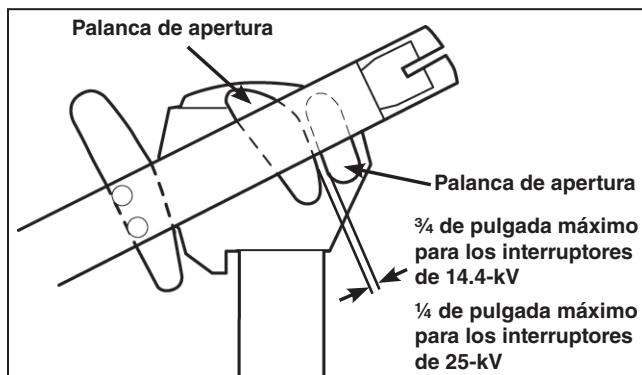

Figura 36. Ensamblaje de la cuchilla moviéndose en la dirección de **cerrado**.
- (b) Conforme se mueven las cuchillas en la dirección de *cierre*, el espacio entre las levas de apertura de la cuchilla y las palancas de apertura de la cámara interruptiva debe estar dentro de los límites mostrados. Vea la Figura 36.